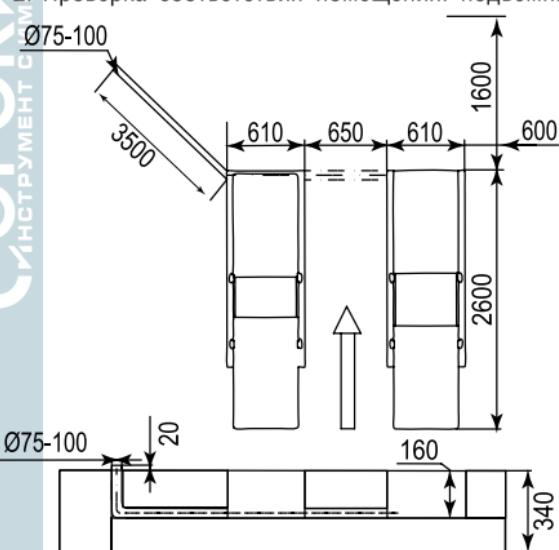

Рисунок 5. Фундамент подъёмника.
1. Для установки подъёмника подготовьте приямок, размеры которого указаны на (рис. 5). Марка используемого бетона - не ниже М300, толщина бетона - не менее 340 мм. Минимальная толщина армированной части пола - 300 мм. Армирующая сетка должна быть изготовлена из проволоки диаметром 4 - 6 мм, сваренной электросваркой. Величина ячейки - 150 мм. Допуски на установку: ± 1 мм - по длине/ширине подъёмника. Минимальная высота рабочей зоны - 5 м. К месту установки подъёмника должно быть подведено 3-х фазное питание с напряжением 380В/50 Гц при помощи 4-х жильного кабеля (3 фазы + заземление). Каждая жила должна иметь сечение не менее 2,5 мм.